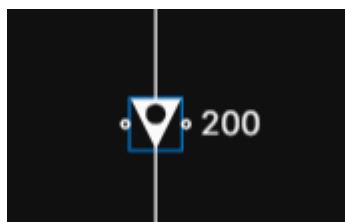

Рисунок 5.77 Отображение портов на блоке устройства передачи
- у блока имеется 2 порта, по одному с каждой стороны треугольника (Рисунок 5.77);